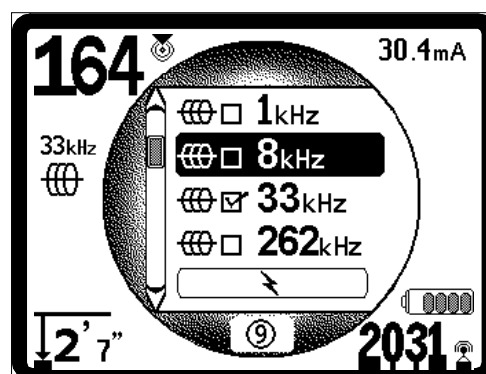

Figura 15: Evidenziazione della frequenza desiderata (8 kHz)
2. Usando i tasti in su e in giù, evidenziare la frequenza desiderata (Figura 15). In questo esempio, l'operatore attiva la frequenza a 8 kHz.